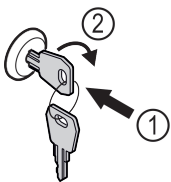

Fig. 87
- ▶ Zatlačte kľúč Fig. 87 (1).
- ▶ Otočte kľúč o 90° v smere hodinových ručičiek Fig. 87 (2).